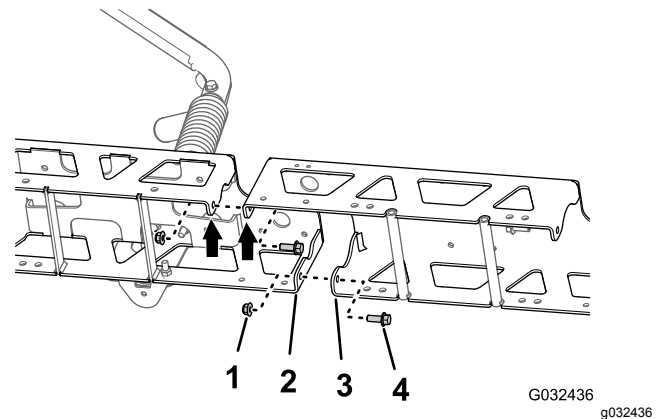

Figure 54
1. Alignez les trous dans les brides verticales de l'extension de rampe centrale et les trous dans le cadre en treillis (Figure 54).
2. Fixez légèrement l'extension de rampe centrale au cadre en treillis (Figure 54) à l'aide des 2 boulons à embase ($\frac{3}{8}$ " x 1") et des 2 contre-écrous à embase ($\frac{3}{8}$ ") que vous avez retirés à l'opération 1 de Séparation des cadres en treillis de la section de pulvérisation centrale (page 28).
3. Alignez les trous dans les brides verticales de l'extension de rampe centrale et les trous dans l'autre cadre en treillis (Figure 54).
4. Fixez légèrement l'extension de rampe centrale à l'autre cadre en treillis (Figure 54) à l'aide des 2 boulons à embase ($\frac{3}{8}$ " x 1") et des 2 contre-écrous à embase ($\frac{3}{8}$ ") du kit de finition du système de pulvérisation GeoLink (Figure 54).